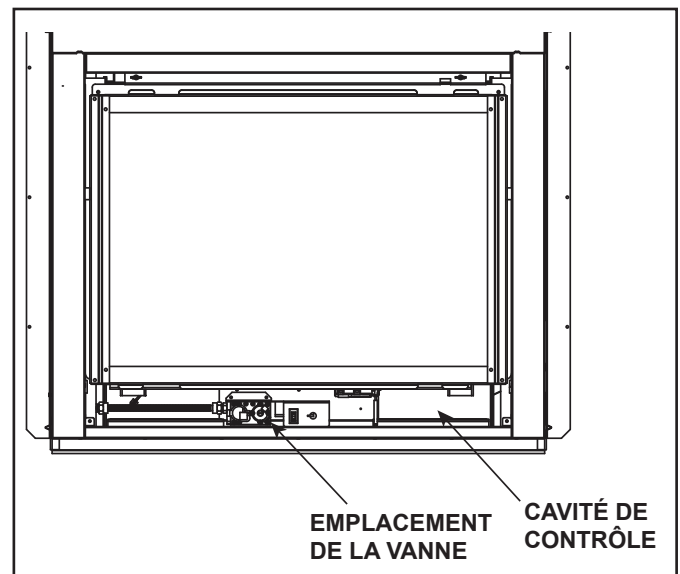

Figure 3.5. Emplacement de la cavité de contrôle/vanne
Les modèles SL-5F et SL-7F ont un taux de combustion variable contrôlé par le bouton « HI/LO » sur la vanne du gaz. La hauteur de la flamme peut ainsi être ajustée. Le bouton « HI/LO » est montré à la figure 3.5. Il est situé dans la cavité du contrôle de l'appareil. Le bouton « HI/LO » peut être ajusté comme désiré, en tournant vers la position « HIGH » (dans le sens antihoraire) et en tournant vers la position « LO » (dans le sens horaire).
1. Accédez à la cavité du contrôle de l'appareil. Voir la figure 3.5 pour l'emplacement. La façade décorative pourrait devoir être enlevée.
2. Localisez le support de piles dans la cavité de contrôle et insérez deux piles D. La polarité des piles doit être respectée pour éviter d'endommager le module. Voir la figure 3.5. Un schéma complet du câblage est inclus dans la section traitant de l'électricité, dans le manuel d'installation.